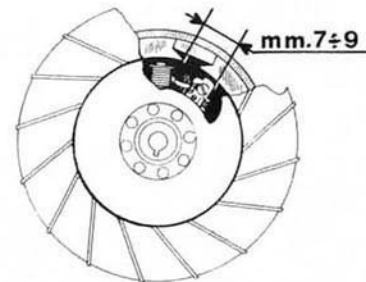

Fig. 84
b) - Rotate the coil anchor plate so that the core on which the contact breaker unit is fixed assumes the position indicated in fig. 84.
b) - Girar el soporte bobinas de manera que el núcleo sobre el cual está sujetado el grupo ruptor se halle en la posición indicada en la fig. 84.
shift the coil anchor plate so that the conditions described at paragraph « b », for the two types of magneto flywheel are obtained (see fig. 83 « traditional » type, fig. 84 « star » type).
plazar el soporte bobinas de manera que se realizen las condiciones indicadas en el párr. « b » correspondientes a los 2 tipos de volantes (fig. 83 volante « tradicional » - fig. 84, volante tipo « a estrella »).